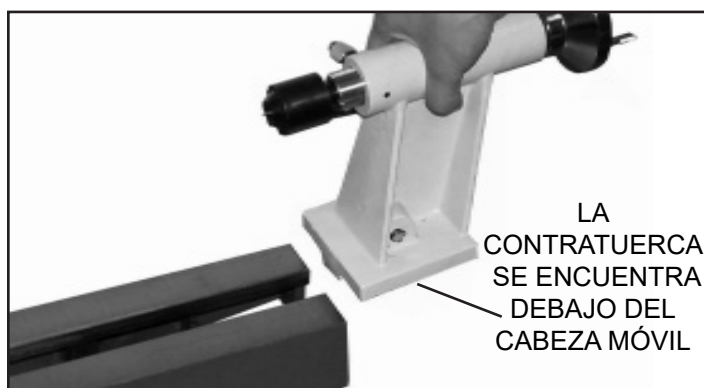

FIG. 2
2. Deslice el conjunto del cabezal móvil para retirarlo de la bancada del torno. FIG. 2.